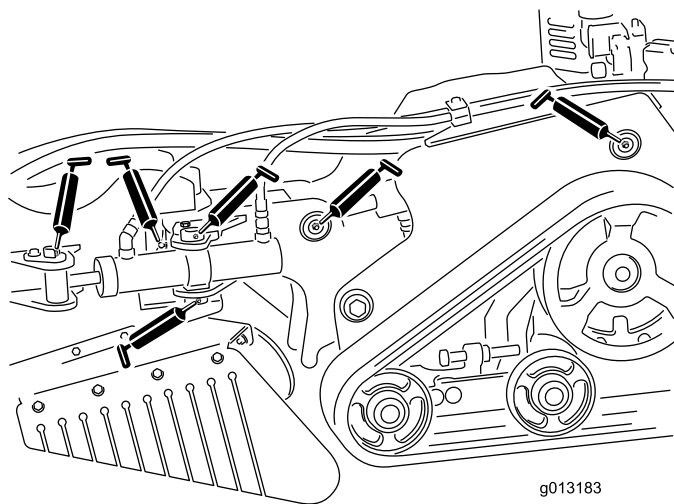
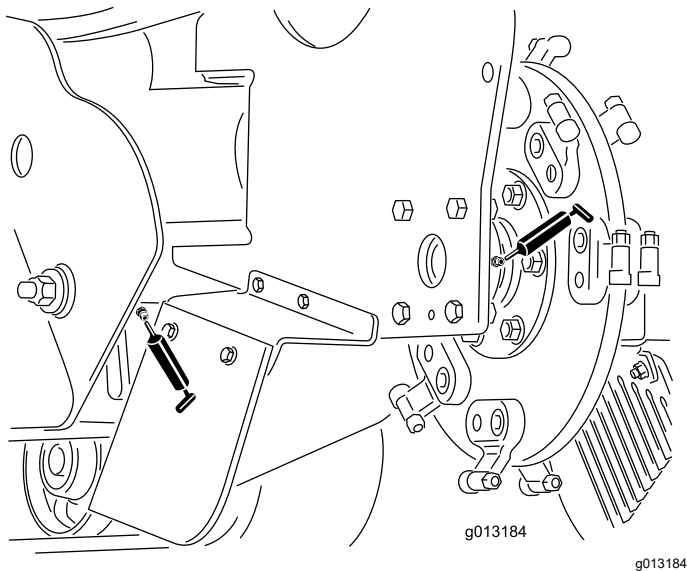

Figure 25
Figure 26
4. Raccordez une pompe à graisse à chaque graisseur (Figure 25 et Figure 26).